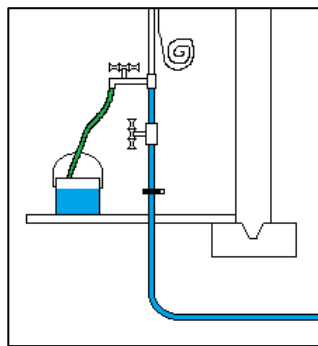

FIGURE 3
- 9.8 Le plombier purge les conduites d'eau dans le seau (FIG. 3).